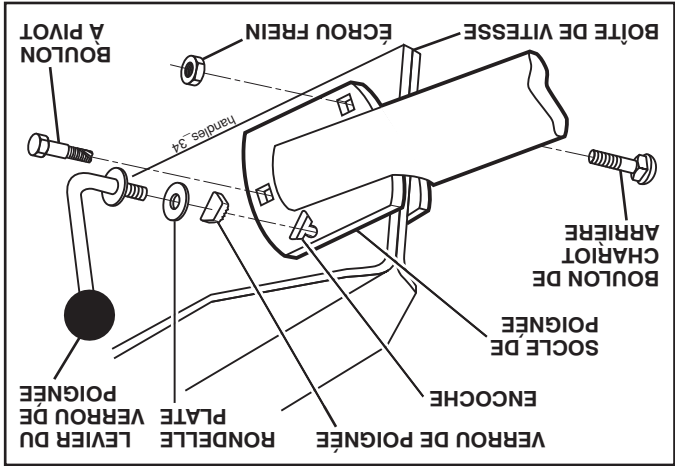

Fig. 5
- Pivotez vers en bas l'ensemble de la poignée. Insérez d'abord le boulon de chariot arrière, avec la tête du boulon sur le côté gauche de la motobineuse et montez lâchement l'écrou frein (voir la fig. 5).